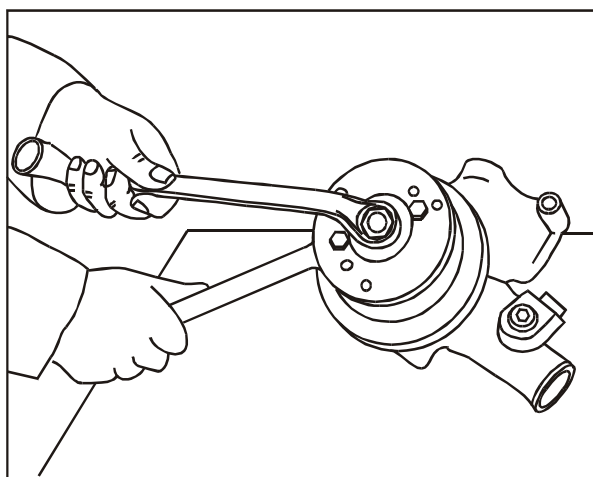

FIG 3
4. Remova a porca de fixação da polia com o auxílio da ferramenta nº 81 30 014, **Fig. 3.**